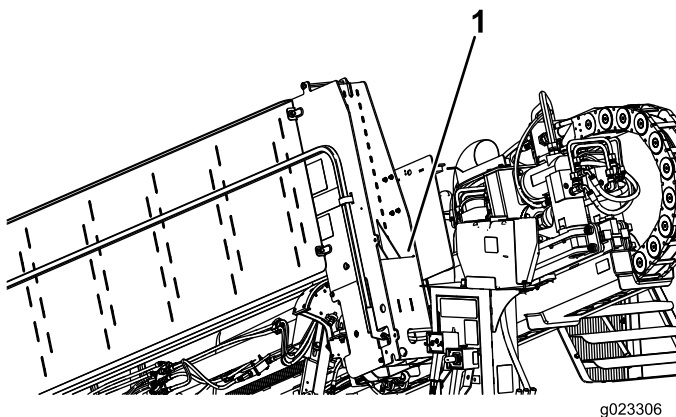

Bild 63
7. Lagern Sie das Zylinderschloss neben dem Frostschutzmittelbehälter (Bild 63).